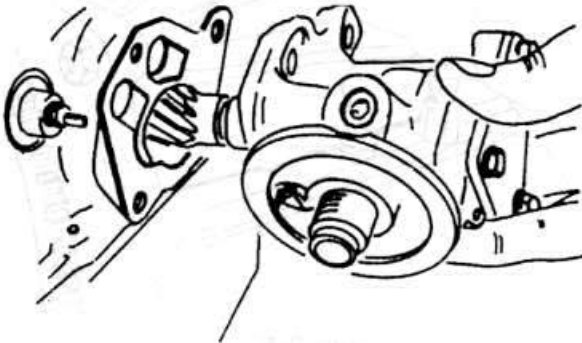

Рис. 2.16
- ♦ Снимите с блока двигателя масляный насос (рис. 2.16).